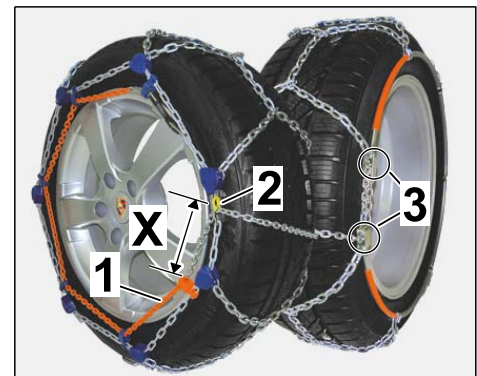

Bild 15
2.4 Montage der Schneekette am Rad prüfen (⇒ *Bild 15*)
- Rot markierter Bereich der Spannkette muss komplett durch Schlitz Verschlussplatte gezogen sein. Abhängig von der Reifendimension, kann der Abstand des rot markierten Bereiches zum Schlitz Verschlussplatte (Maß X ⇒ *Bild 15-X-*) variieren.